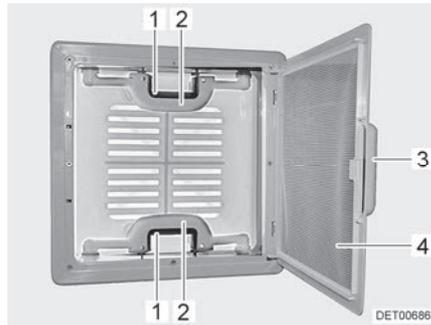

Fig. 40 Claraboya con cierre de resorte
- Tirar del tirador (Fig. 40,3).
- Plegar hacia abajo la protección contra insectos (Fig. 40,4).
- Presionar el cierre de resorte (Fig. 40,1) hacia el lado interior de la claraboya. Presionar simultáneamente hacia arriba la claraboya con el tirador (Fig. 40,2).
- Plegar hacia arriba la protección contra insectos (Fig. 40,4) hasta que engatille.
- Tirar la claraboya enérgicamente hacia abajo por los dos tiradores (Fig. 40,2), hasta que los dos cierres de resorte (Fig. 40,1) hayan engatillado.